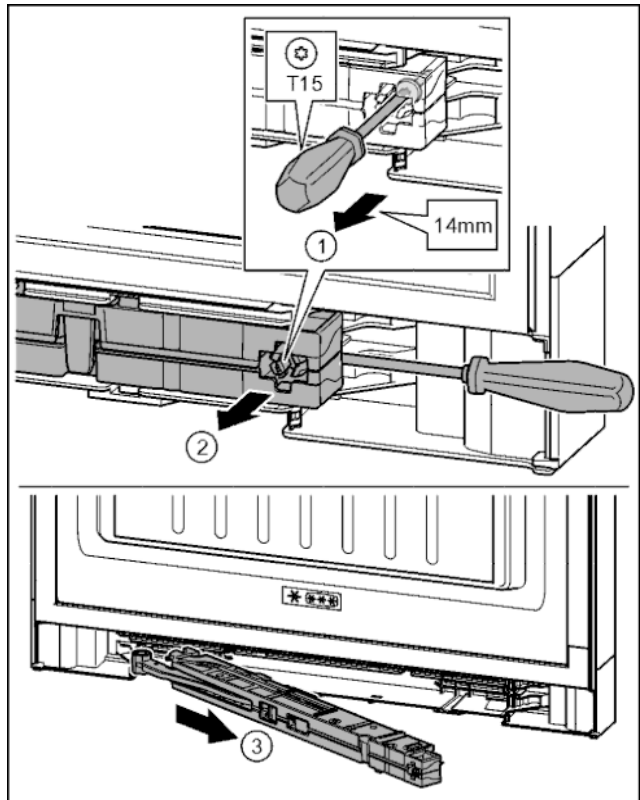

Fig. 17
- ▶ Šroub na jednotce tlumiče zavírání povolte šroubovákem T15 o cca 14 mm. Fig. 17 (1)
- ▶ Šroubovákem na straně madla zajed'te za jednotku tlumiče zavírání. Otočte jednotku dopředu. Fig. 17 (2)
- ▶ Vytáhněte jednotku. Fig. 17 (3)